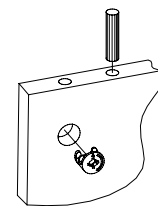

Рис.2
2. Вставьте головки минификса и шканты в детали 3, 4, 5 (Рис. 2).